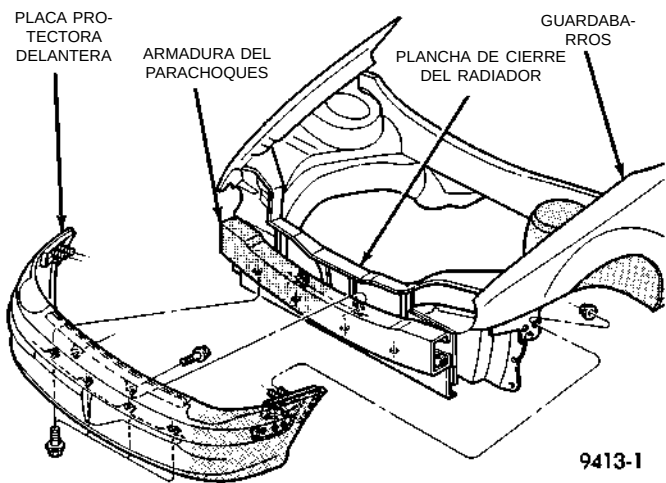

Fig. 1 Placa protectora del parachoques delantero
- Retire los pernos que fijan la placa protectora a la armadura del parachoques, por delante del radiador (Fig. 1).
- Instale los pernos que fijan la placa protectora a la armadura del parachoques, por delante del radiador (Fig. 1).